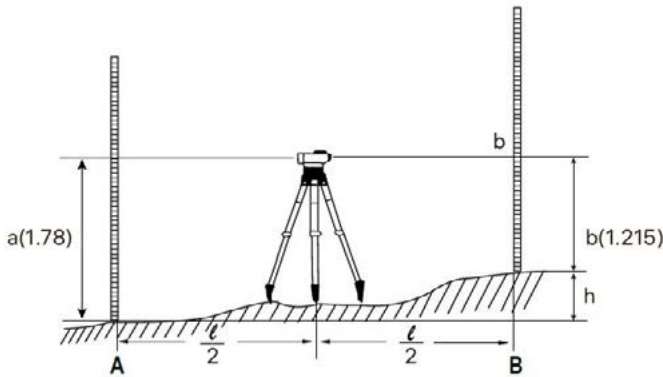

Rysunek 2
- Zdejmij osłonę okularu (12). Skieruj przyrząd na jasny obiekt lub przytrzymaj białą kartkę papieru przed soczewką obiektywową (7), następnie obracaj pokrętkę regulacji ostrości okularu (13), aż czarny krzyż stanie się dobrze widoczny.
- Skieruj przyrząd na łatę niwelacyjną. W razie potrzeby użyj celownika przeziernikowego (6), aby ułatwić ustawienie przyrządu na celu.
- Obracaj pokrętkę regulacji ostrości (5), aż podziały na łacie niwelacyjnej będą dobrze widoczne (Rys. 2).
- Ustaw krzyż dokładnie na środku łaty niwelacyjnej, obracając śrubę regulacji w płaszczyźnie poziomej (8).